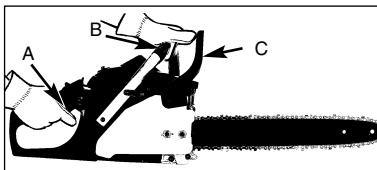

Рис. 10
3. Удерживайте заднюю ручку правой рукой (Рис. 10).
4. Левой рукой крепко удерживайте переднюю ручку (В) [не рукоятку тормоза цепи! (С)] (Рис. 10).
5. Отожмите курок дросселирования на 1/3, после чего резко нажмите на рукоятку тормоза цепи (С) (Рис. 10).